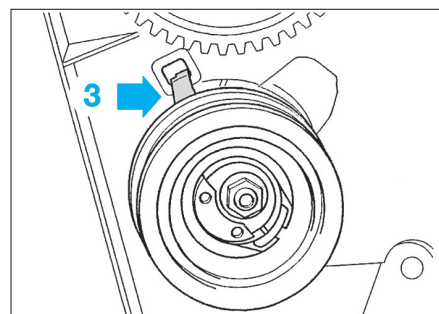

Fig. 11
Si le galet tendeur a été déposé ou remplacé, veiller à engager son ergot (3) dans le carter de distribution (Fig.11), puis à l'immobiliser comme lors de la dépose avec l'outil [4].